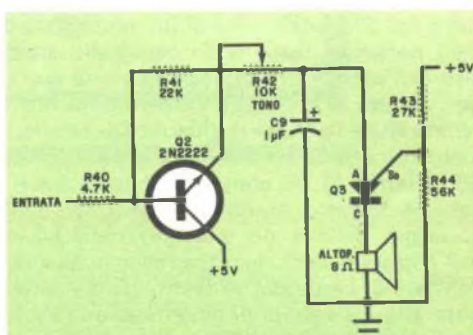

Fig. 8 - Questo controllo facoltativo di tono può essere collegato a diversi punti del circuito (sperimentalmente) per ottenere il desiderato effetto sonoro.
**Effetti sonori** - Volendo aggiungere al gioco effetti sonori, si può seguire il circuito sperimentale riportato nella *fig. 8*. Nel circuito viene usato il transistor pilota Q2 per eccitare il transistor programmabile a unijunzione Q3. Quest'ultimo può essere collegato a vari punti del circuito principale, come, per esempio, al LED principale, per produrre un bip udibile quando il LED lampeggia.